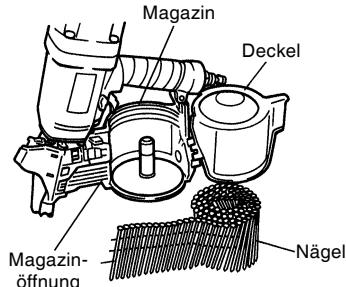

Abb. 4
- Legen Sie die Nägel ins Magazin ein. Die Nägel in das Magazin laden. Wenn zu dieser Zeit der gewickelte Teil der Nägel eingeschoben wird, nachdem er vorher einmal herausgezogen worden ist, kann die nachfolgende Arbeit sehr erleichtert werden. (Abb. 4)